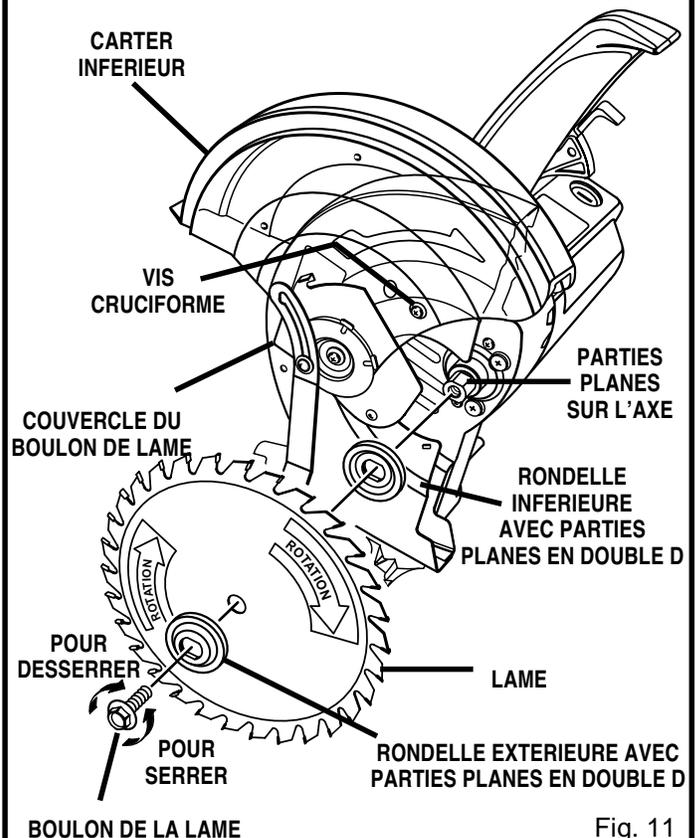

Fig. 11
- Desserrez la vis cruciforme située sur le couvercle du boulon de lame jusqu'à ce qu'on puisse soulever le couvercle. Voir la Figure 11.
- Placez la lame dans le carter inférieur et sur son axe, les dents pointées vers le bas à l'avant de la scie, comme indiqué sur la Figure 11.